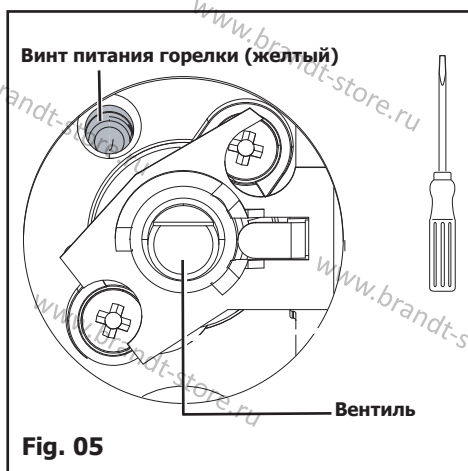

Fig. 05
- С помощью небольшой плоской отвертки закрутите до упора латунные (желтые) винты крепления горелки (Fig. 05), по часовой стрелке.
- Открутите латунные (желтые) винты питания горелки (Fig. 05), используя небольшую плоскую отвертку.